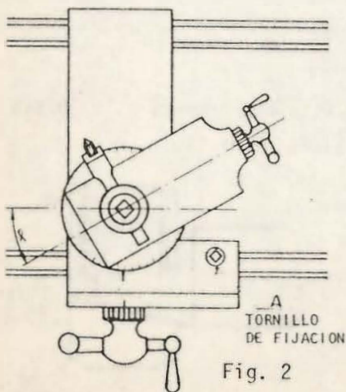

Fig. 2
1. El número de grados ($\frac{\alpha}{2}$) para desviar el carro superior (fig. 2), es dado indirectamente por la fórmula $\text{tg } \frac{\alpha}{2} = \frac{D - d}{2 \cdot \ell}$
- a) La pieza de la fig. 2 tiene: $D = 43\text{mm}$, $d = 27\text{mm}$ y $\ell = 65\text{mm}$. Calcular el ángulo de inclinación.
- b Gire el carro porta-herramientas al ángulo deseado, observando la graduación angular (figs. 2 y 3).
c Fije el carro principal apretando el tornillo A (fig. 2).